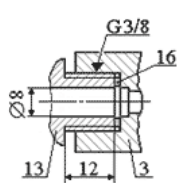
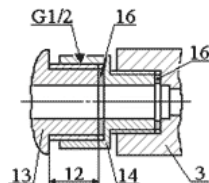

Рис.3
Рис.4
- **Опрессовщик** состоит из насоса 1, который закреплён на полках в верхней части бака 2. К нагнетательной полости насоса 1 подсоединен рукав высокого давления 3. Второй конец рукава высокого давления предназначен для непосредственного подсоединения к испытываемой гидравлической системе через штуцер 13 (рис.3), установленный на входе в гидравлическую систему, если ответная часть штуцера имеет наружный диаметр G3/8", или через переходной ниппель 14 (рис.4), если ответная часть имеет наружный диаметр G1/2".
- Подсоедините рукав 3 к испытываемой гидравлической системе, в которой должен быть установлен штуцер 13 с ответной частью для подсоединения рукава 3 (рис.3) или ниппель 14 (рис.4).